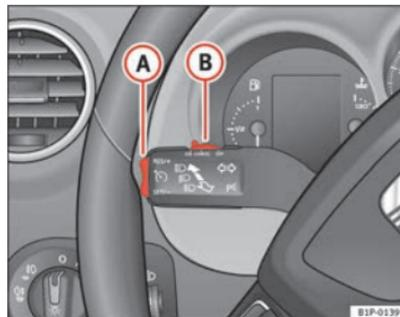

Fig. 133 Leva degli indicatori di direzione e degli abbaglianti: interruttore e tasto di comando del regolatore di velocità
- Quando il veicolo raggiunge la velocità che si vuole poi mantenere, premere sulla parte inferiore del tasto **SET/SET** ⇒ fig. 133 **A** una volta.